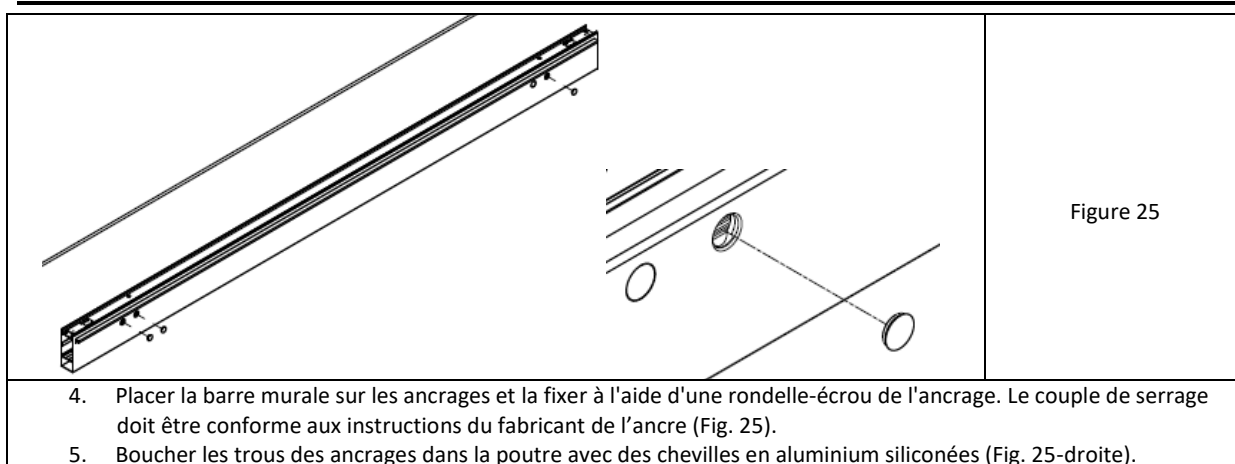

Figure 25
4. Placer la barre murale sur les ancrages et la fixer à l'aide d'une rondelle-écrou de l'ancrage. Le couple de serrage doit être conforme aux instructions du fabricant de l'ancrage (Fig. 25).
5. Boucher les trous des ancrages dans la poutre avec des chevilles en aluminium siliconées (Fig. 25-droite).